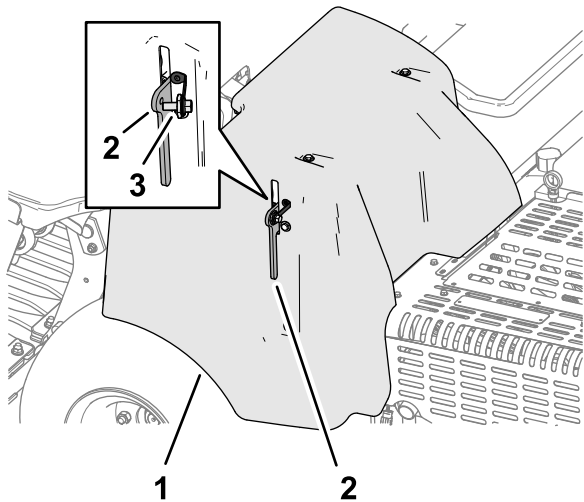

图 130
- 如果您的机器安装有符合欧盟 (CE) 标准的皮带罩 门锁系索应旋松系索螺栓直至其与皮带罩门锁分离 图 130。